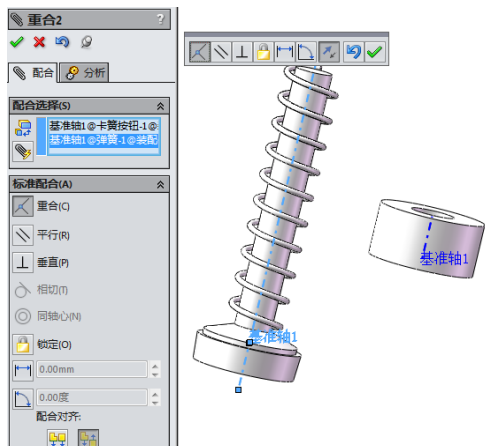

图 7-119 设置配合参数
**06** 选择配合类型。在菜单栏中选择“插入”→“配合”命令, 或者单击“装配体”工具栏中的“配合”图标按钮, 选择弹簧的基准轴和按钮的基准轴, 选择配合类型为“重合”, 如图 7-119 所示。单击“确定”图标按钮来应用配合。